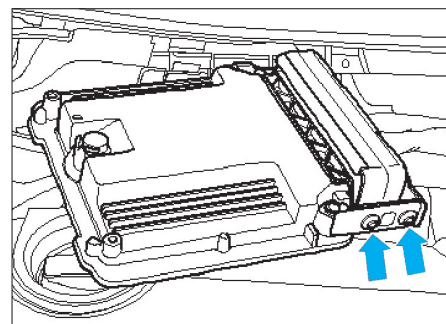

Fig. 27
- Dévisser les vis de rupture à l'aide d'une pince ou d'un petit pointeau (Fig.27).